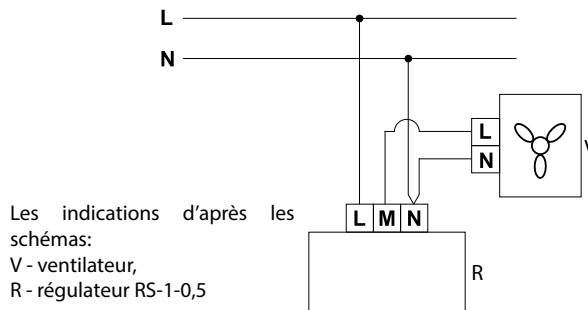

Fig. 3
- retirer le bouton de commande du régulateur (1);
- dévisser l'écrou (2) de fixation du couvercle décoratif et retirer le couvercle décoratif (3);
- dévisser les vis (4) de fixation du régulateur à la boîte de montage, et retirer le régulateur (5);
- amener les fils de connexion dans la boîte de montage (6);
- connecter les fils au bornier situé sur une plaque du régulateur selon le schéma de raccordement (Fig. 3) et l'autocollant sur le bornier;